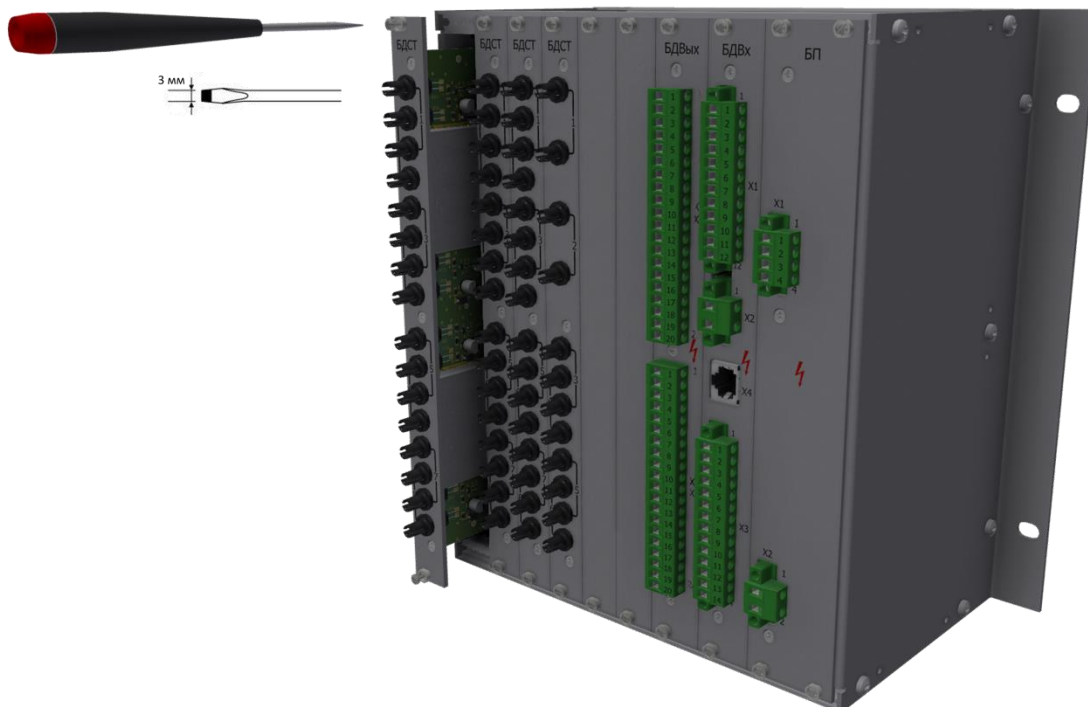

Рисунок 3.1 – Замена блока БДСТ
- б) Отвинтите отверткой с плоским шлицем шириной 3 мм 2 невыпадающих винта (для блока питания БП 4 винта) как показано на рис.3.1;